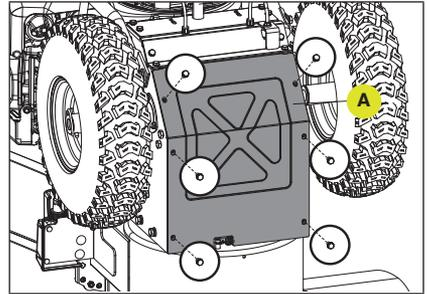

Figure 50
2. Retirez le couvercle du châssis de la base (A) de la partie inférieure de la souffleuse à neige en enlevant les six boulons M6 × 12. (Fig. 50)